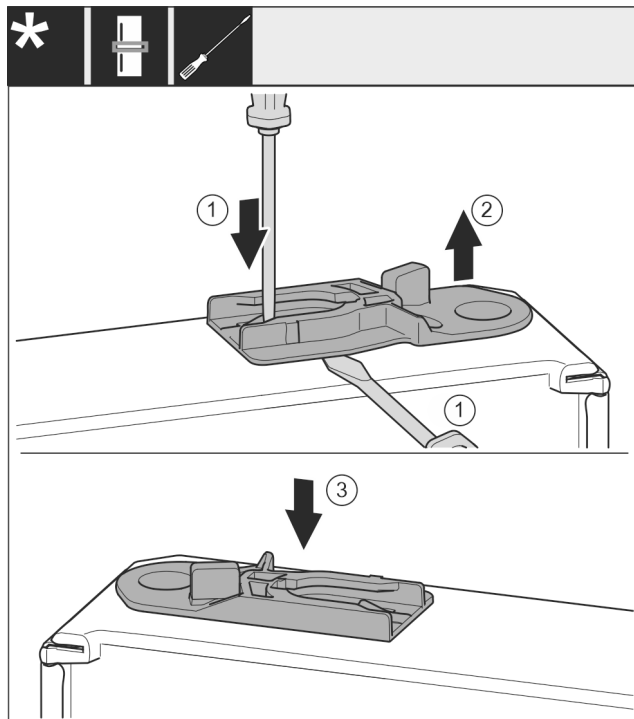

Fig. 53 *
- 拉出导向轴套：将接片 Fig. 53 (1) 用带槽螺丝刀按住的同时将带槽螺丝刀移动到导向轴套 Fig. 53 (2) 下方。*
- 将供货时附带的导向轴套 Fig. 53 (3) 插入外壳的另一侧。*